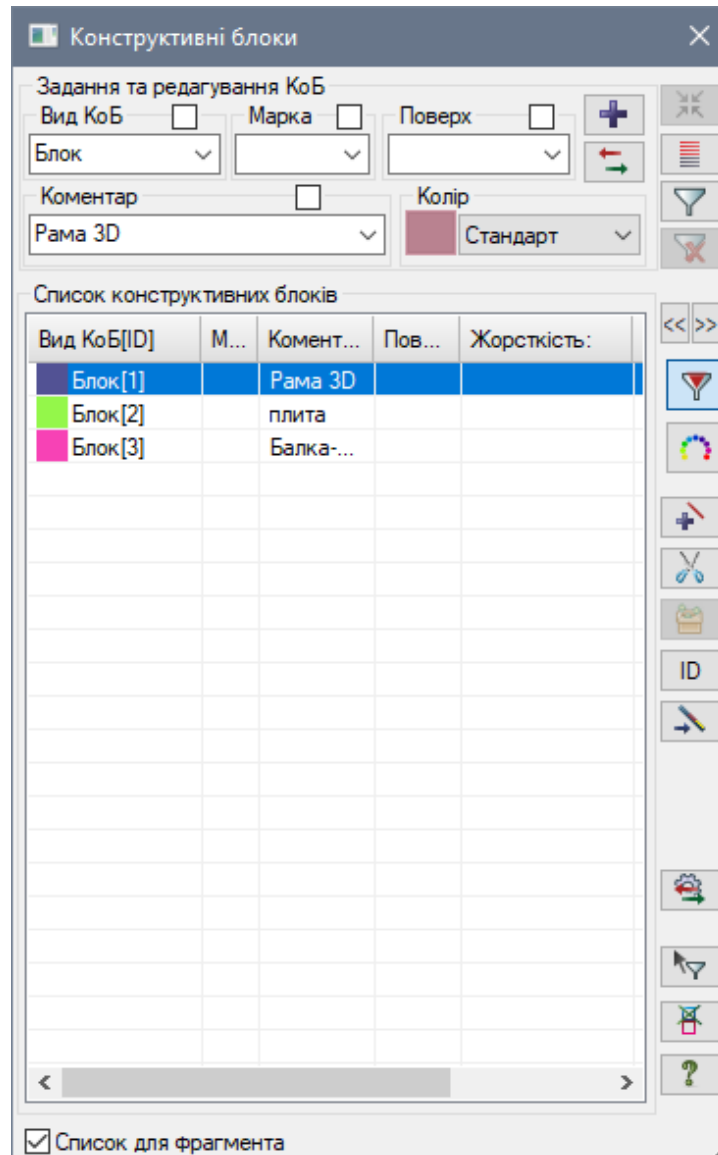

Рис. 11.13. Діалогове вікно **Конструктивні блоки**
- Для виділення елементів схеми натиснувши на кнопку  – **Конструктивні блоки** на панелі інструментів **Панель вибору** відкрийте діалогове вікно **Конструктивні блоки** (рис. 11.13).
- В цьому вікні виділіть перший рядок **Блок (1)** з коментарем **Рама 3D** (в результаті на схемі виділяться плити перекриття і стержневі елементи).